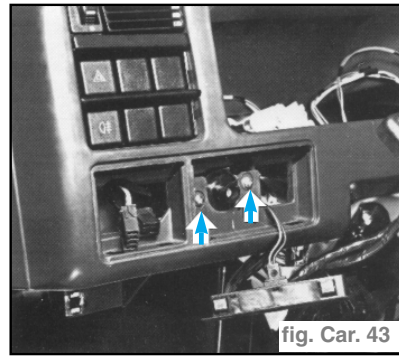

fig. Car. 43
- Désaccoupler la douille, ensuite dévisser les vis de fixation indiquées et déposer le support de panneau de commande de réglage des phares. (fig. Car. 43)